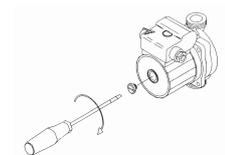

Figura 2-18
N.B. - Quando la caldaia rimane inattiva per un lungo periodo, prima di inserire l'interruttore generale, verificare che non sia bloccato l'albero motore del circolatore. per questa operazione occorre (Figura 2-18):